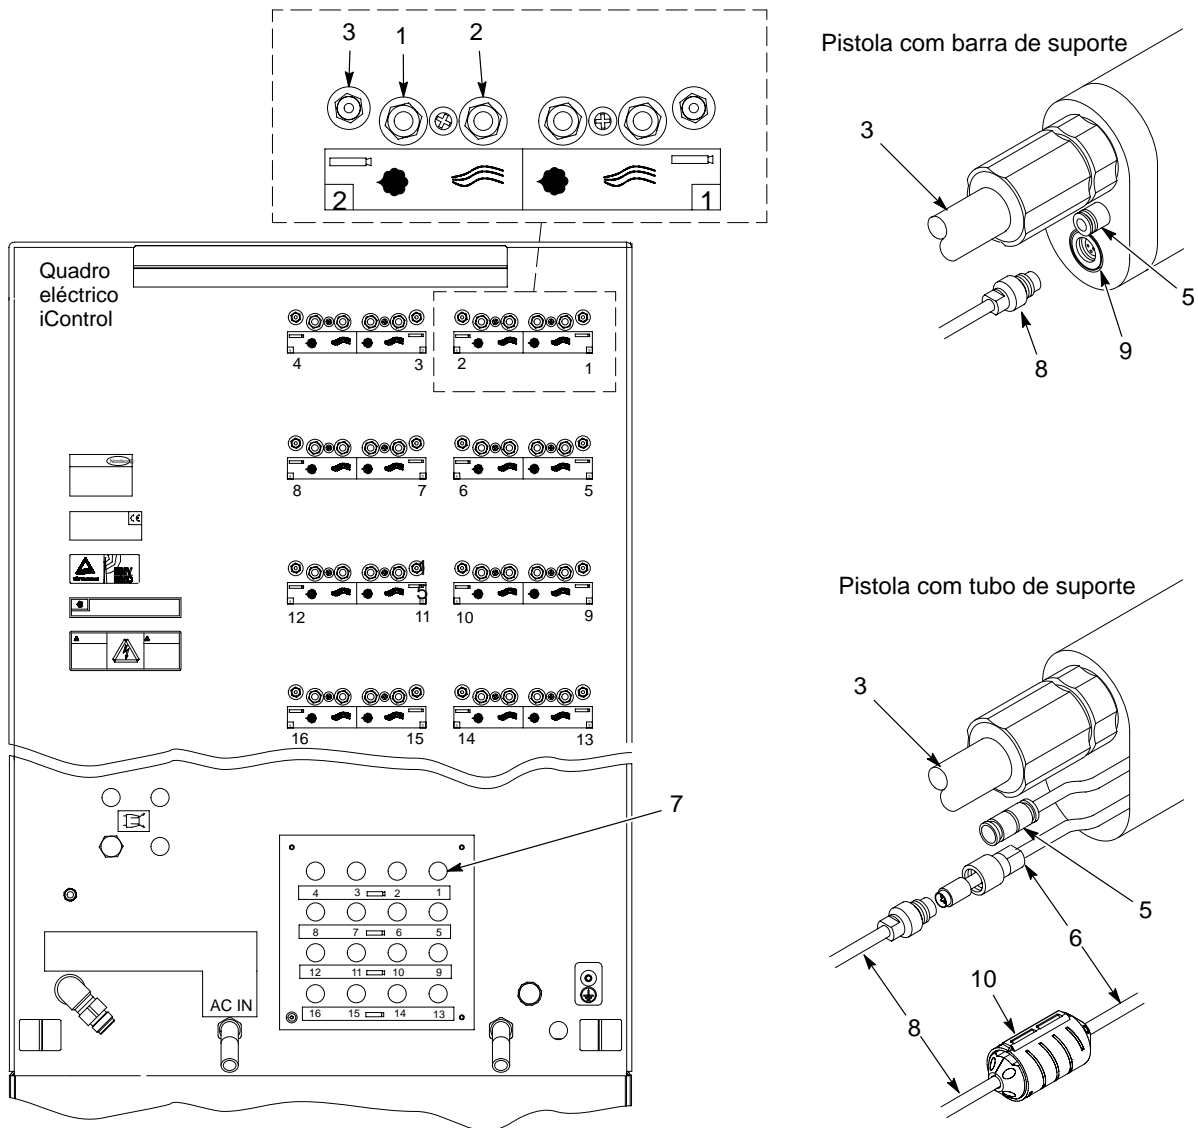

Figura 3-5 Montagem do cabo e dos tubos de ar da pistola
1. Consulte a figura 3-5. Ligue um comprimento apropriado de tubo de ar transparente de 4 mm para pistola desde o conector de ar da pistola (5), na pistola de pintura, para o conector de ar da pistola (3) na unidade de controlo.
2. Ligue a extremidade de oito pinos do cabo da pistola à tomada apropriada da pistola (7) situada na unidade de controlo.